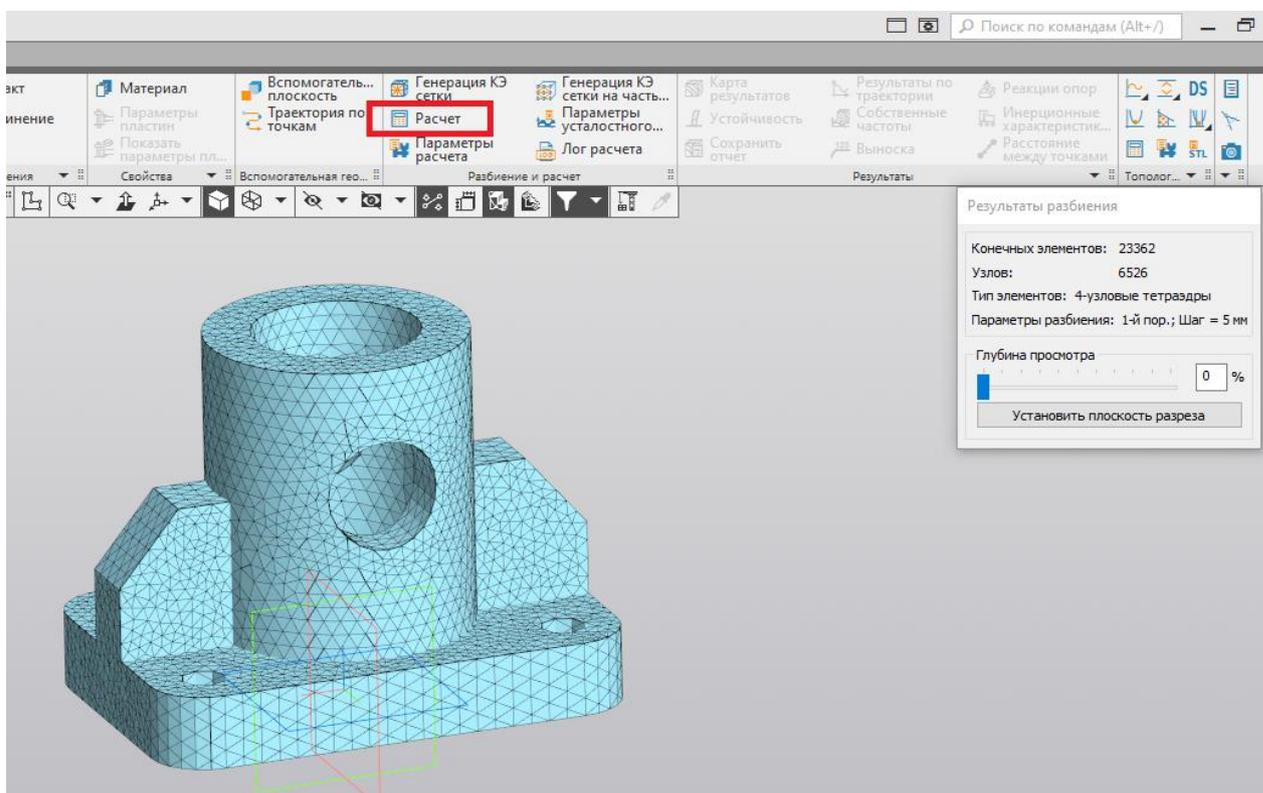

Рис. 170
7. Далее выбираем команду «Расчет» (рис. 170, 171).